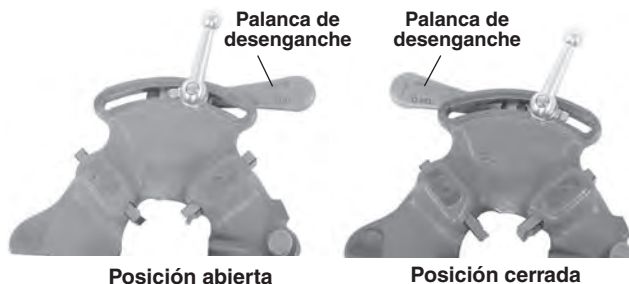

Figura 7 – Posición abierta y cerrada de la palanca
2. Coloque la palanca de desenganche en la posición OPEN (ABIERTA) (Figura 7).